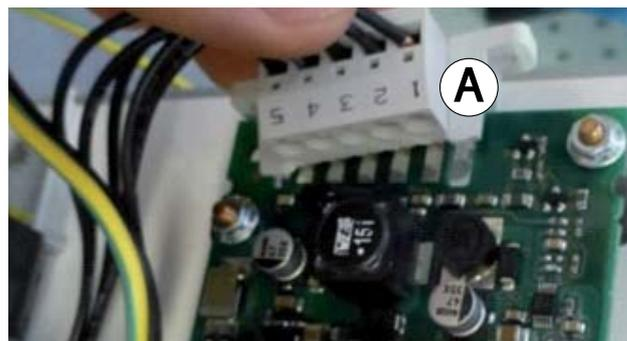

Fig. 4.a
- Débrancher le connecteur Lumberg (A) placé sur le panneau de commande;
- Insérer le connecteur Lumberg (voir Fig. 4.a) sur la carte, en accordant une attention au sens de montage;